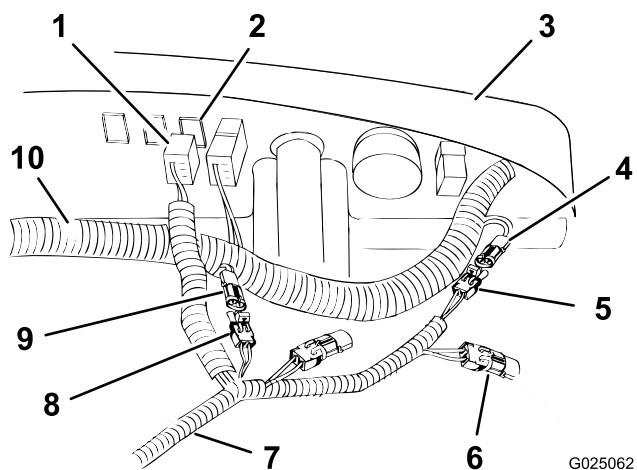

Figura 8
4. Localize o conector de saída de 48 V opcional como rotulado na cablagem principal e retire a tampa. Ligue a cablagem de acessórios ao conector de saída de 48 V como se mostra em Figura 8.